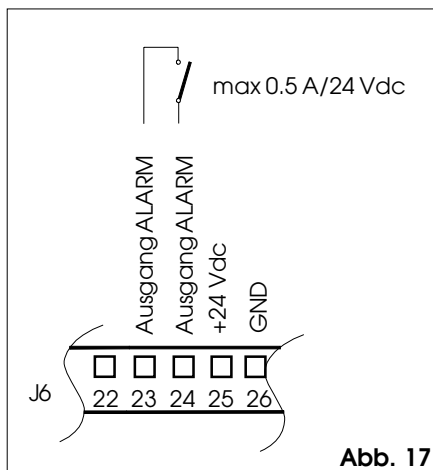

Abb. 17
⑦ Klemmenleiste J6 Relaisausgänge und Sonderfunktionen (Abb. 17, 18, 19)